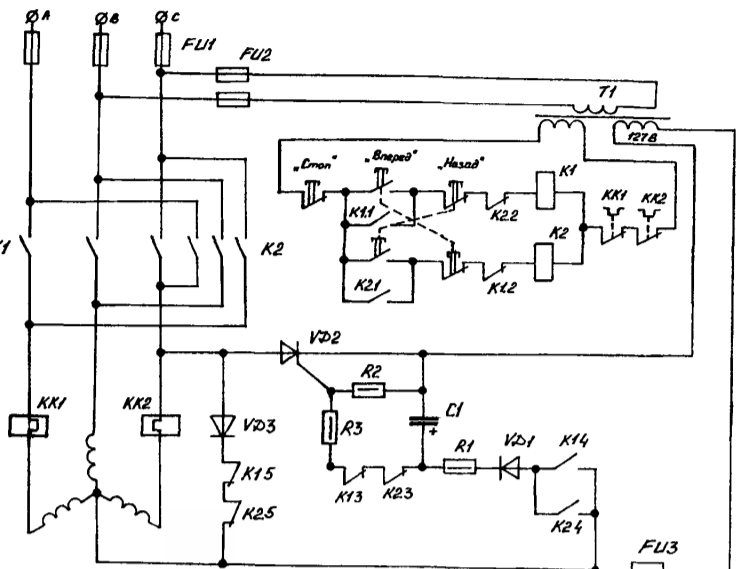

Рис. 3. VD2 КУ202Л, VD3 Д242, Д245, VD1 Д226, КД105Г, R1 30-40 Ом, R2 1,5КОм, R3 2,2КОм, C1 150,0x350В
На рис. 3 приведена схема динамического торможения реверсивного электродвигателя с возможностью доступа к нулевой точке соединения обмоток статора и с использованием понижающего трансформатора.
3. Острым ножом по ходу волокон древесины, которые в силу откоса первоначальной формы имеют диагональное направление, несколькими вырезами формируем фигуру птицы, как показано на рис. 3.